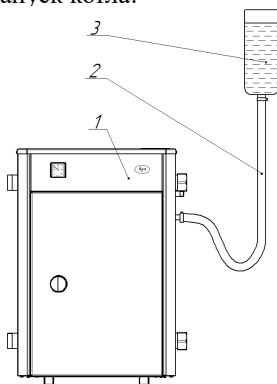

Рисунок 7.1. Чистка змеевика теплообменника
7.9. Чистка внутренней поверхности змеевика теплообменника 1 (рисунок 7.1.):